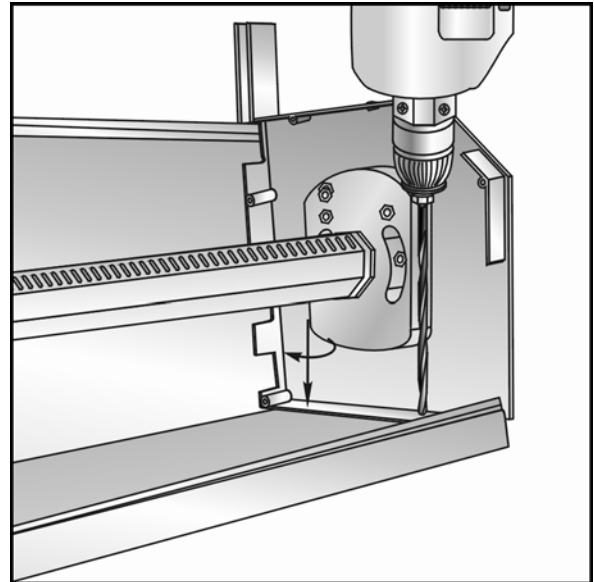

Abb. 2.10
- bei der Montage in der Öffnung sind zwei Löcher in der oberen Umbördelung jeder Blendenkappe zu bohren (Abb. 2.10);